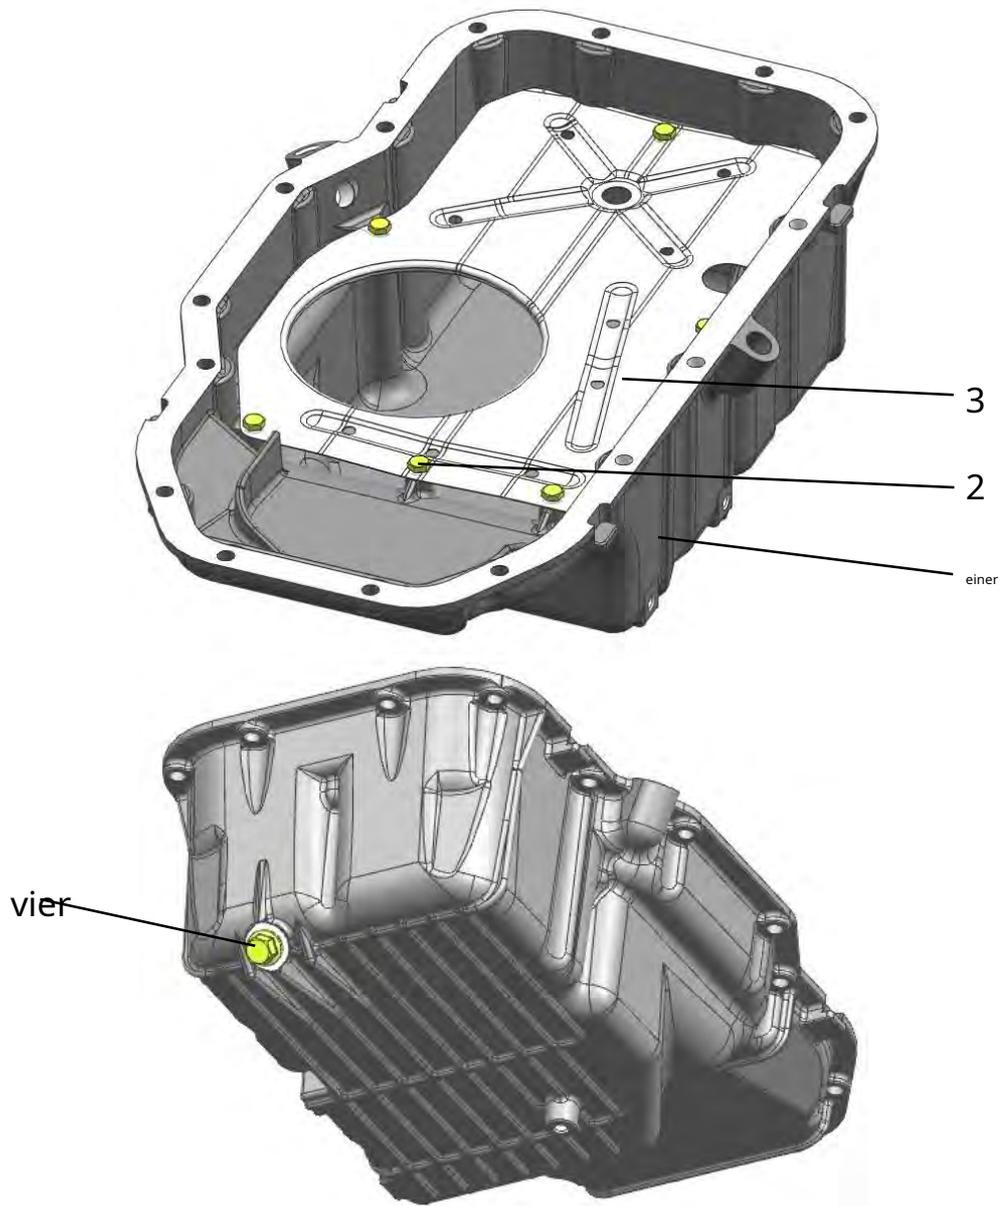

Abb. 32. Ölwanne:
Vom oberen Lager der Ölpumpenantriebswelle wird Öl durch die Querbohrungen und den inneren Hohlraum der Welle zugeführt, um das untere Wellenlager und die Lagerfläche des Abtriebsrades 7 (Fig. 32) des Antriebs zu schmieren. Die Antriebsräder der Ölpumpe werden durch einen Ölstrahl geschmiert, der durch ein Loch in der zentralen Ölleitung gesprüht wird.
**Ölwanne** (Abb. 32) - aus einer Aluminiumlegierung gegossen, durch die Dichtung von unten mit Schrauben am Zylinderblock befestigt. Im Inneren der Ölwanne befindet sich eine verschraubte Ölwanne aus gestanztem Stahlblech 3. Die Ölablassöffnung der Ölwanne wird durch einen Gewindestopfen 4 mit dichtender Aluminiumdichtung verschlossen.